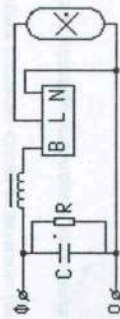

Рис.3
5.2. Подключение проводов сети производится к клеммной колодке согласно схеме включения (рис.3).